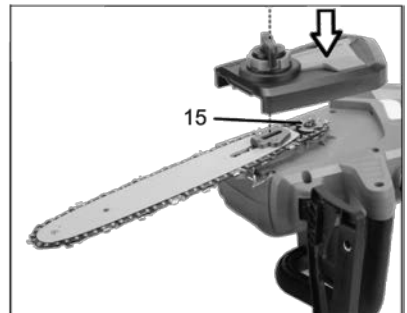

Рисунок 2
3.1 Монтаж пиляльної гарнітури (рисунок 2)